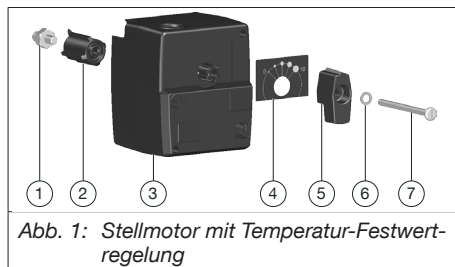
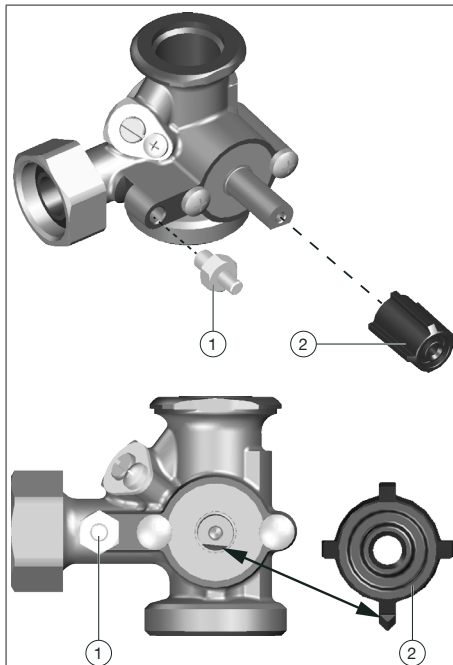

Abb. 1: Stellmotor mit Temperatur-Festwertregelung
Abb. 3: Ausrichtung
Die abgeflachte Seite des Mischerkükens muss nach unten zeigen und waagrecht ausgerichtet sein (siehe Abb. 3 auf Seite 9).
2. Setzen Sie den beiliegenden Adapter (Position 2 in Abb. 1 auf Seite 7) auf das Mischerkükens.
Achten Sie darauf, dass der spitz zulaufende Steg des Adapters nach unten zeigt (siehe Abb. 3 auf Seite 9).
3. Verschrauben Sie die Verdrehsicherung (Position 1 in Abb. 1 auf Seite 7) fest am Mischergehäuse (siehe Abb. 3 auf Seite 9).